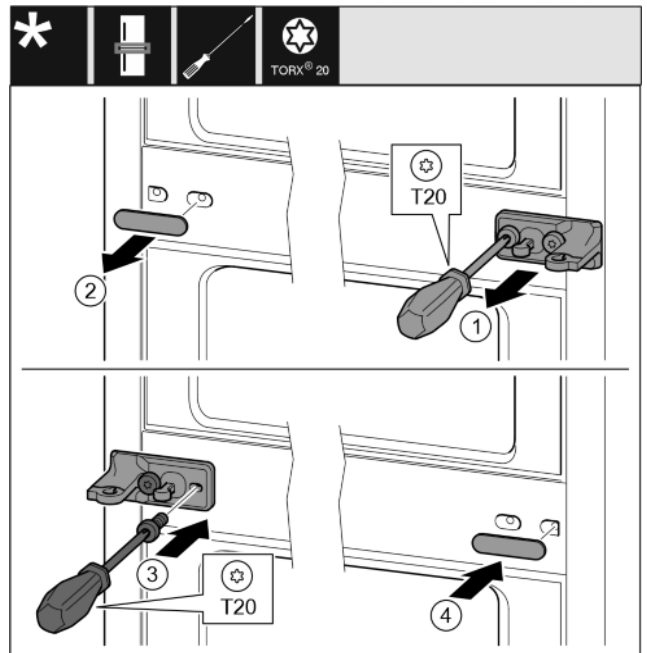

Fig. 18
- ▶ Scheibe abziehen. Fig. 18 (1)
- ▶ Schrauben mit Schraubendreher T20 herausdrehen. Fig. 18 (2)
- ▶ Abdeckung vorsichtig abziehen. Fig. 18 (3)
- ▶ Lagerbock mit Folie um 180° gedreht auf der anderen Seite fest anschrauben. Fig. 18 (4)
- ▶ Abdeckung um 180° gedreht auf der anderen Seite anbringen. Fig. 18 (5)
- ▶ Scheibe von vorn aufschieben. Fig. 18 (6)